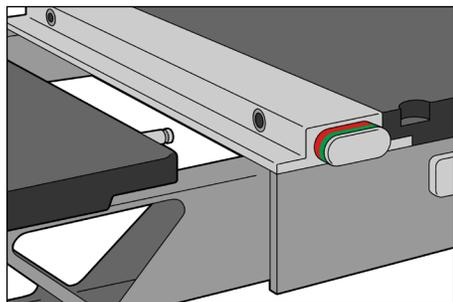

Fig. 1
1. Rimuovere l'inserito kVue. (Fig. 1)